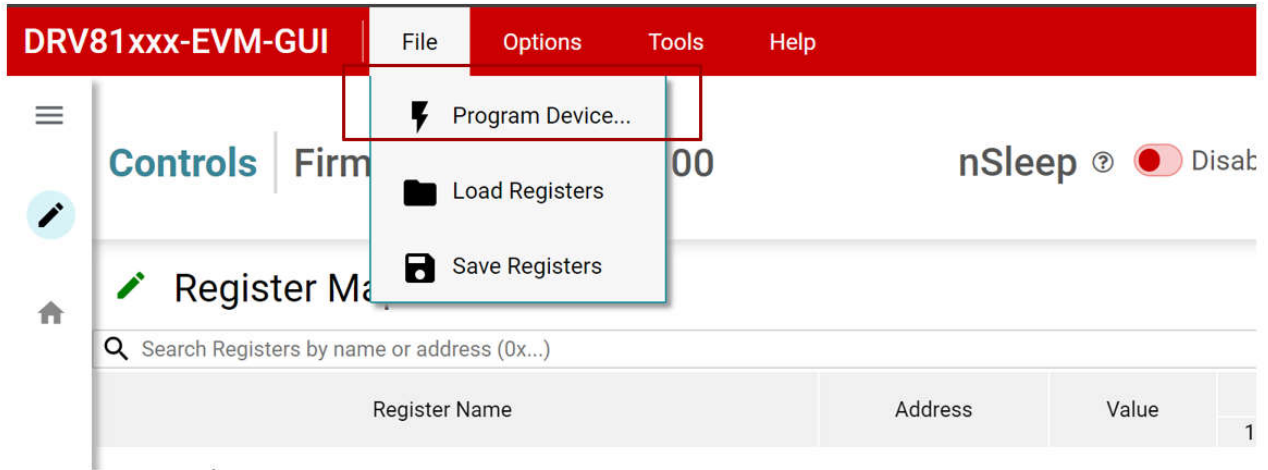

图 3-3. 编程器件
- 依次点击 *File* -> *Program Device*，使用最新软件对 EVM 进行编程（请参阅图 3-3）。用户需要在首次设置 EVM 时完成此操作，因为自 EVM 初始编程后可能已发布软件更新。